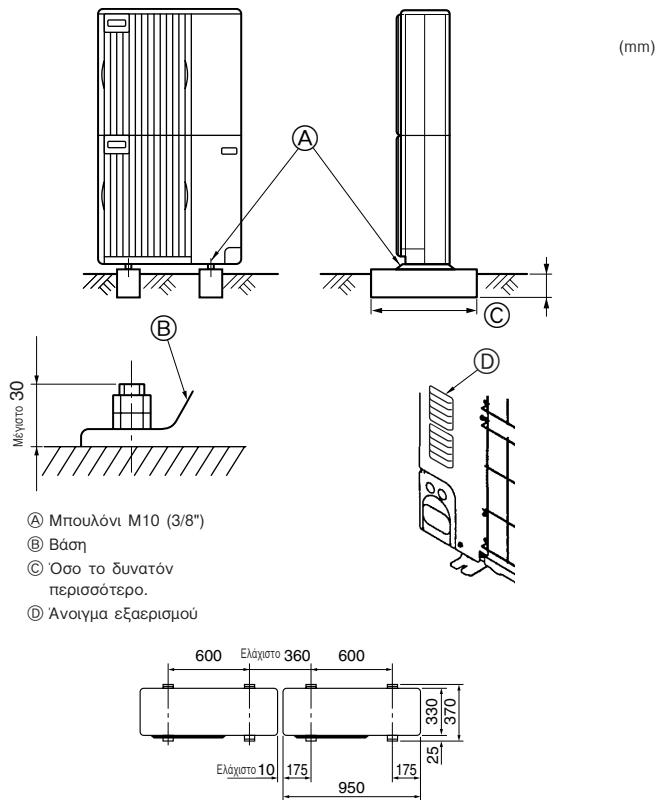

Fig. 4-1
- Η μονάδα πρέπει να τοποθετηθεί σε σταθερή και επίπεδη επιφάνεια για την αποφυγή θορύβουν κατά τη λειτουργία. (Fig. 4-1)